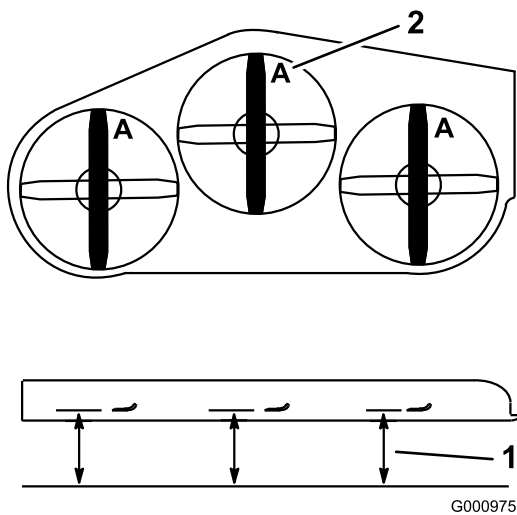

Figure 85
4. Mesurez au point **A** et entre la surface plane et le bord coupant des pointes des lames (Figure 85).